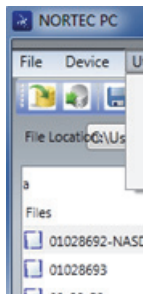
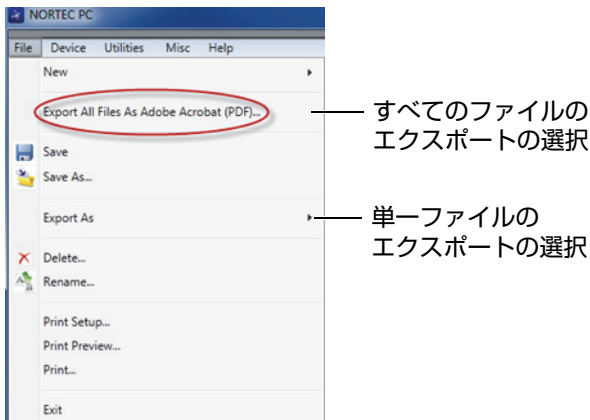

図 6-14 NORTEC PC ウィンドウの左枠に表示されるファイル
図 6-15 ファイルメニュー
- ◆ NORTEC PC ウィンドウの左枠でファイルを選択し (316 ページの図 6-14 参照)、**Export As > PDF** (エクスポート > PDF) を選択します (317 ページの図 6-15 を参照)。
- ◆ NORTEC PC の File (ファイル) メニューで、Export All Files As Adobe Acrobat (PDF) (すべてのファイルを Adobe Acrobat PDF としてエクスポートする) を選択します (317 ページの図 6-15 を参照)。